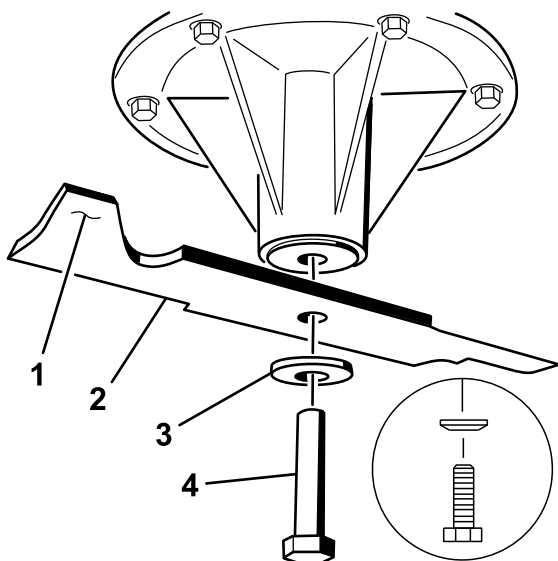

Figura 109
2. Retire a cavilha da lâmina, a anilha curva, e a lâmina do eixo (Figura 109).